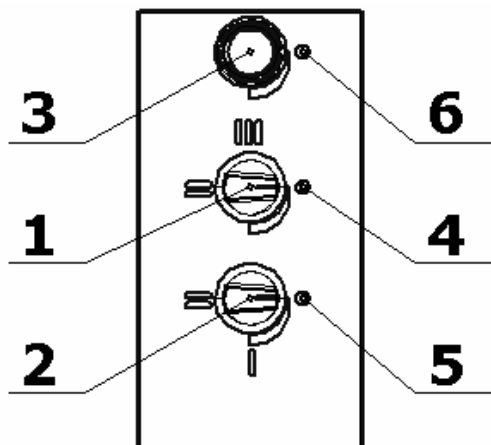

Рис.4
- Снять панель управления (см. рис.4);
4.4 Ступенчатое регулирование мощности верхних и нижних ТЭНов осуществляется установкой ручек соответствующих переключателей (рис.4, поз.1, 2) в фиксированные положения, обозначенные на панели управления символами I, II и III, что соответствует режимам нагрева ТЭНов: слабый, средний и сильный. При этом мощность ТЭНов изменяется следующим образом: 0,68 – 1,25 – 2,75 кВт. Отключение верхних и нижних ТЭНов производится установкой ручек соответствующих переключателей в положение «0» (на сигнальные лампы, рис.4, поз.4, 5).
Установка и автоматическое поддержание необходимой температуры (от 50 до 300°C) в камере осуществляется терморегулятором (рис.4, поз.3).
Переключатели верхних и нижних ТЭНов, а также терморегулятор снабжены сигнальными лампами (рис.4, поз.4, 5 и 6).
7.3 Установите ручки переключателей (рис.4, поз. 1, 2) нижних и верхних ТЭНов в положения I,II или III (должны загореться сигнальные лампы рис.4, поз.4, 5).
7.7 После окончания приготовления продукта отключите напряжение, подаваемое на нагревательные элементы секции, установив рукоятки переключателей (рис.4, поз. 1, 2) нижних и верхних ТЭНов в положение «0» (сигнальные лампы рис.4, поз.4, 5 должны погаснуть).